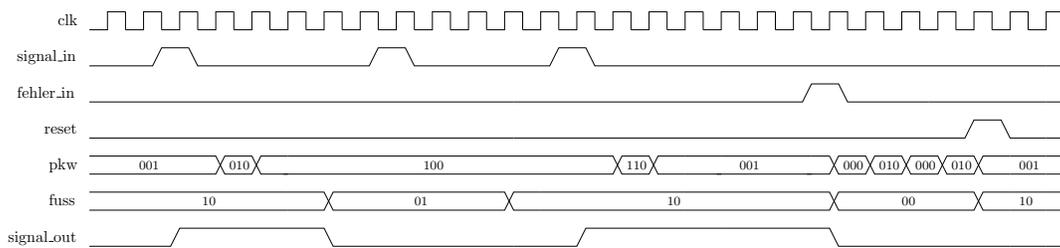

Abbildung 2: Simulationsvorgaben
2. Schreiben Sie einen Testrahmen für Ihre Ampelsteuerung. Verwenden Sie einen 2 Sekunden Basistakt und orientieren Sie sich an Abbildung 2.
2. Vorführbares Simulationsergebnis (vgl. Abbildung 2)